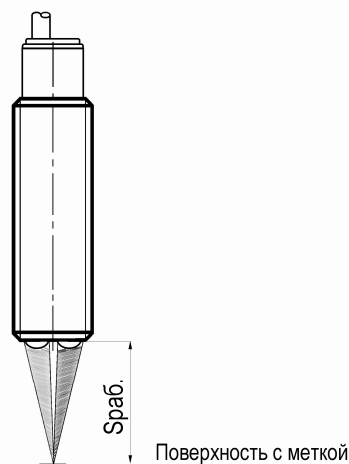

Рисунок 2
- Установить датчик так, чтобы оптическая ось датчика была перпендикулярна поверхности с контролируемыми метками. При этом расстояние  $S$  между плоской частью чувствительной поверхности датчика и поверхностью с метками (рис.2) должно быть в диапазоне  $S_{раб}$ .